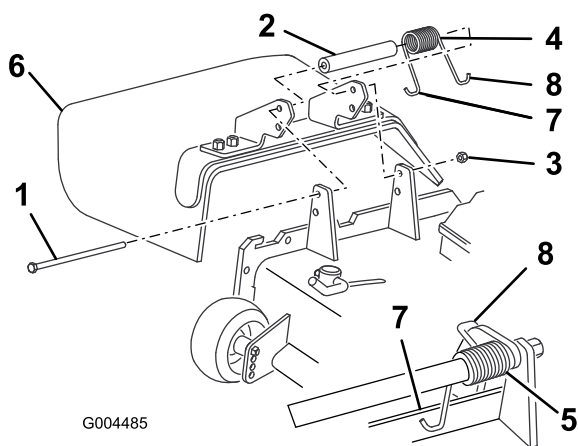

Figura 79
2. Retire a porca de bloqueio, o parafuso, a mola e a cunha que fixam o deflector aos apoios de articulação (Figura 79). Se o deflector de relva estiver danificado ou gasto, retire-o.
- Coloque a anilha e a mola entre os suportes de substituição do deflector de relva (Figura 79). Coloque a extremidade esquerda em gancho J da mola por trás da extremidade da plataforma.
Nota: Certifique-se de que a extremidade esquerda em gancho J da mola está por trás da extremidade da plataforma antes de colocar o parafuso (como se mostra em Figura 79).
- Coloque o parafuso e a porca. Coloque a extremidade direita em gancho J da mola à volta do deflector de relva (Figura 79).